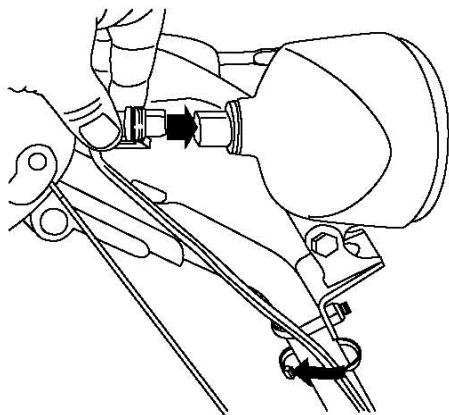

Рисунок 17.
1. Вставьте соединитель провода в свободный конец провода на задней стороне фары, пока он надежно не встанет на место (Рис. 17).
Уточнение: Убедитесь, что пластиковый зажим на соединителе провода находится сверху (Рис. 17).
2. Закрепите хомут (он находится в пакете с деталями) вокруг провода и рукоятки на около 2,5 см ниже U-образного болта (рис. 17).